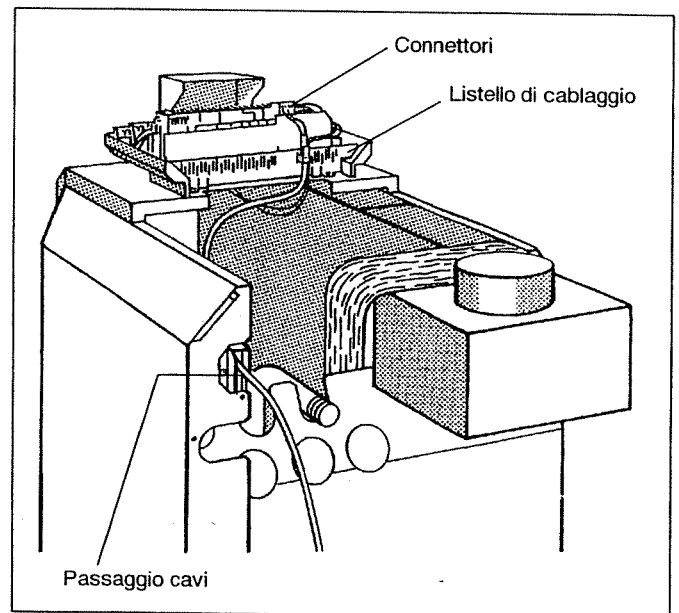
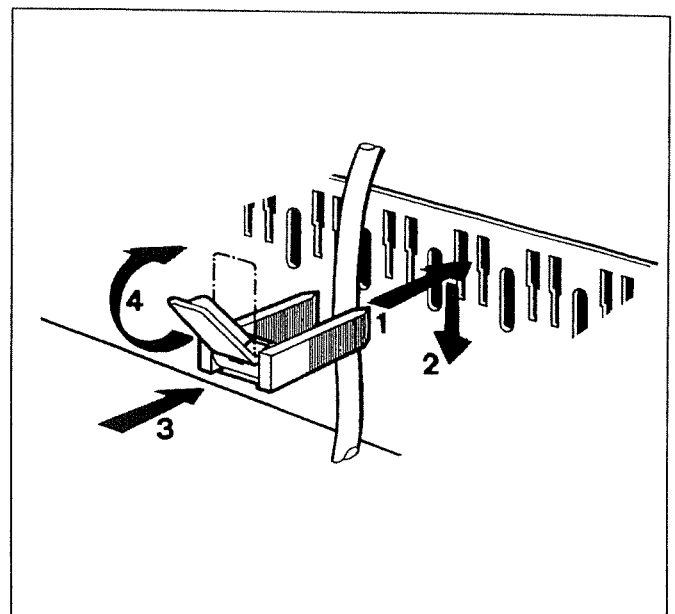

Fig. 18: Cablaggio e connettori
Fig. 19: Fissaggio del cavo con fascetta serracavo
- Condurre i cavi di collegamento elettrici da parte del committente e il cavo di collegamento del dispositivo di controllo dei gas combusti dal retro attraverso il passaggio dei cavi fino all'apparecchio di regolazione (Fig. 18).
- Realizzare i collegamenti elettrici in base allo schema elettrico sui connettori dell'apparecchio di regolazione (Fig. 18).
- Fissare tutti i cavi con fascette serracavo: inserire dall'alto la fascetta serracavo con il cavo posato nella fessura del listello di cablaggio (Fig. 18); in questa occasione la costola della leva deve essere rivolta verso l'alto. Spingere la fascetta serracavo verso il basso e applicare contropressione. Portare la leva verso l'alto (Fig. 19).